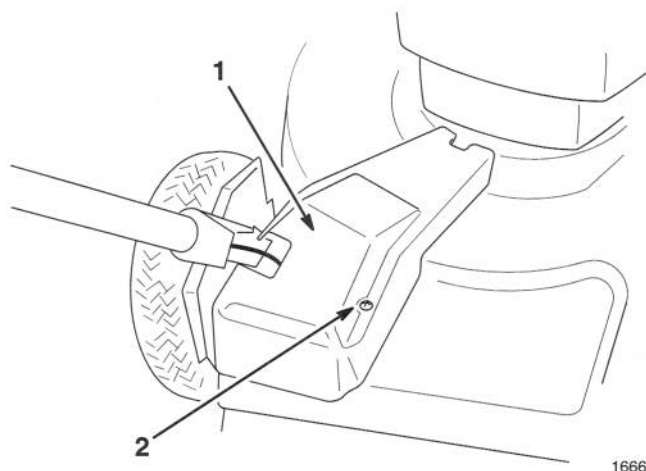

Figure 31
1. Le moteur étant arrêté, retirer le boulon de fixation de la garde de courroie (Fig. 31) au carter de la tondeuse.